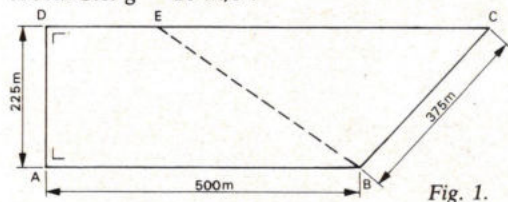

Fig. 1.
2. Een stuk land ABCD (fig. 1) moet zodanig worden verdeeld volgens de lijn BE, dat het oppervlak van beide delen gelijk is. Bereken de afstand DE.